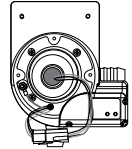

Figure 2
2. Quand l'ampoule UV a refroidie, retirez le couvercle du coffret (2) du système CLEARRAY en dévissant les quatre vis (1). Ceci exposera l'ampoule UV et les connexion (Figure 2).